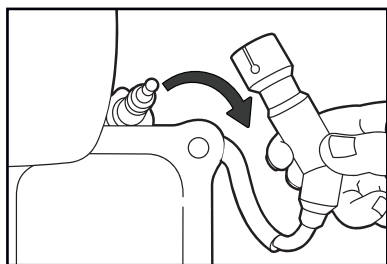

Рис. 21
- Откройте защитную крышку свечи зажигания, затем снимите наконечник свечи зажигания (рис. 21). Для того чтобы отвернуть свечу зажигания, используйте стандартный свечной ключ или накидную головку.